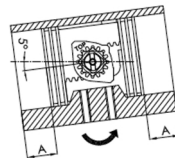

Abb. 15: Maß A kontrollieren
- ▶ Bei vollständig zusammengefahrenen Kolben sicherstellen, dass die erreichte Drehung im Bezug zur Achse des Gehäuses etwas mehr als 0° beträgt und dass das Maß A auf beiden Seiten gleich ist (Siehe Bild 15).